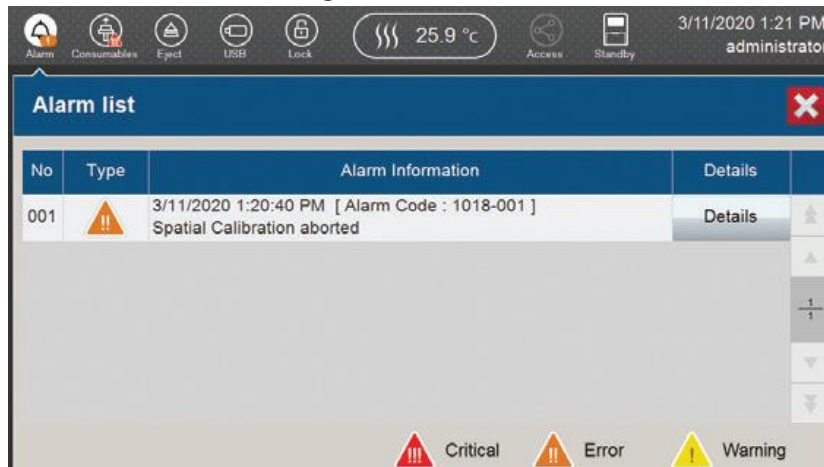

図 178 Alarm List 画面
ソフトウェアの Alarm list (図 178) には、直近 (最大 200) のアラームが記録されます。
1. Main Menu 画面 (図 9) のヘッダーにある **Alarm** を選択し、Alarm List 画面 (図 178) を開きます。
2. 新しいアラームが発生すると、アラームのアイコン上に白い数字が付いたオレンジの表示が現れます。白の数字はアラーム数を表示します。**アラームアイコン**を選択すると、Alarm List 画面 (図 178) が表示されます。新しいアラームの確認が済むと、アラームのアイコン上の表示は無くなります。